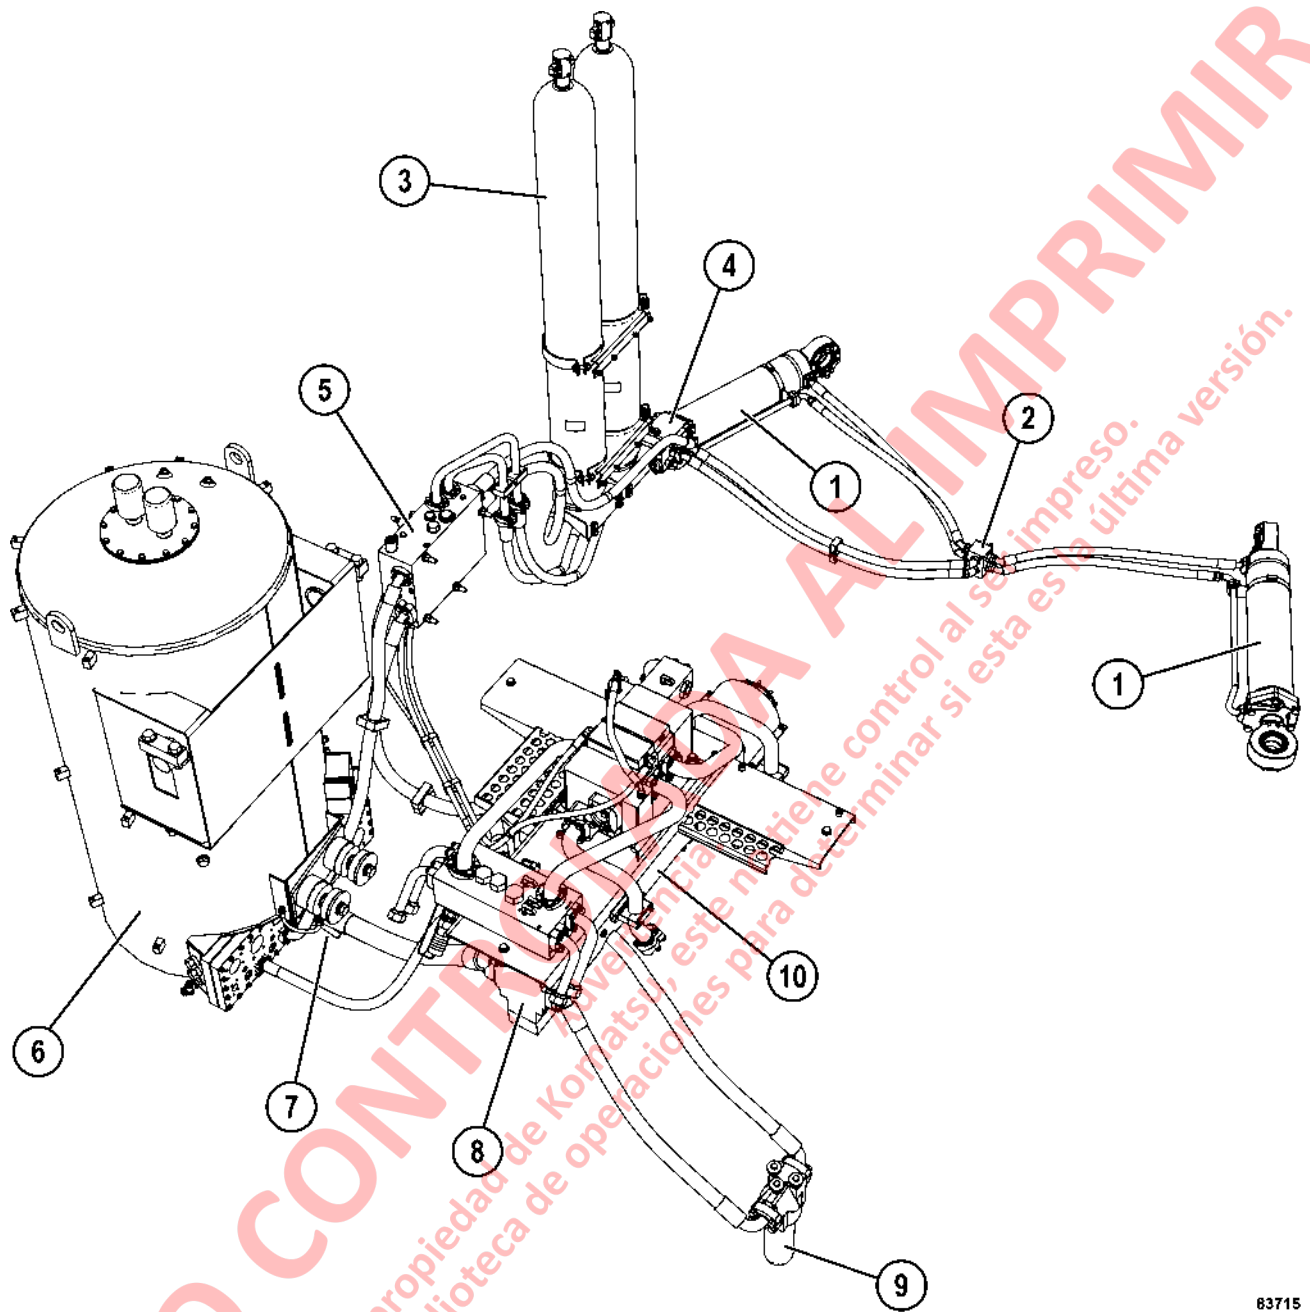

FIGURA 2.3. CIRCUITO DE DIRECCIÓN
El aceite hidráulico proveniente del estanque es suministrado a una bomba del circuito de freno y de la dirección compensada a presión, del tipo pistón (8, Figura 2-3) de capacidad nominal de 250 l/min (66 gpm) @ 1900 RPM @ 17.200 kPa (2500 psi). Una válvula de descarga (15, Figura 2-1) mantiene la presión del sistema entre 18.960 kPa (2750 psi) y 20.860 kPa (3025 psi).
El aceite proveniente de la bomba es dirigido a un filtro de alta presión (9, Figura 2-3) antes de entrar al manifold de purga (5). El manifold de purga cumple varias funciones en los sistemas de dirección, frenos y levante. Este se utiliza para enrutar el flujo de aceite al sistema de la dirección y al sistema de freno hidráulico.